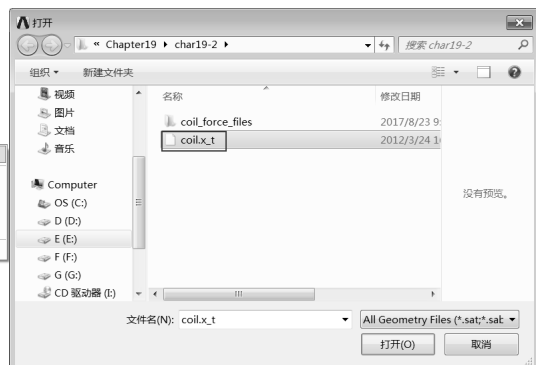

图 19-63 选择几何数据文件
Step3：选择几何数据文件。如图 19-63 所示，在“打开”对话框中做如下操作。